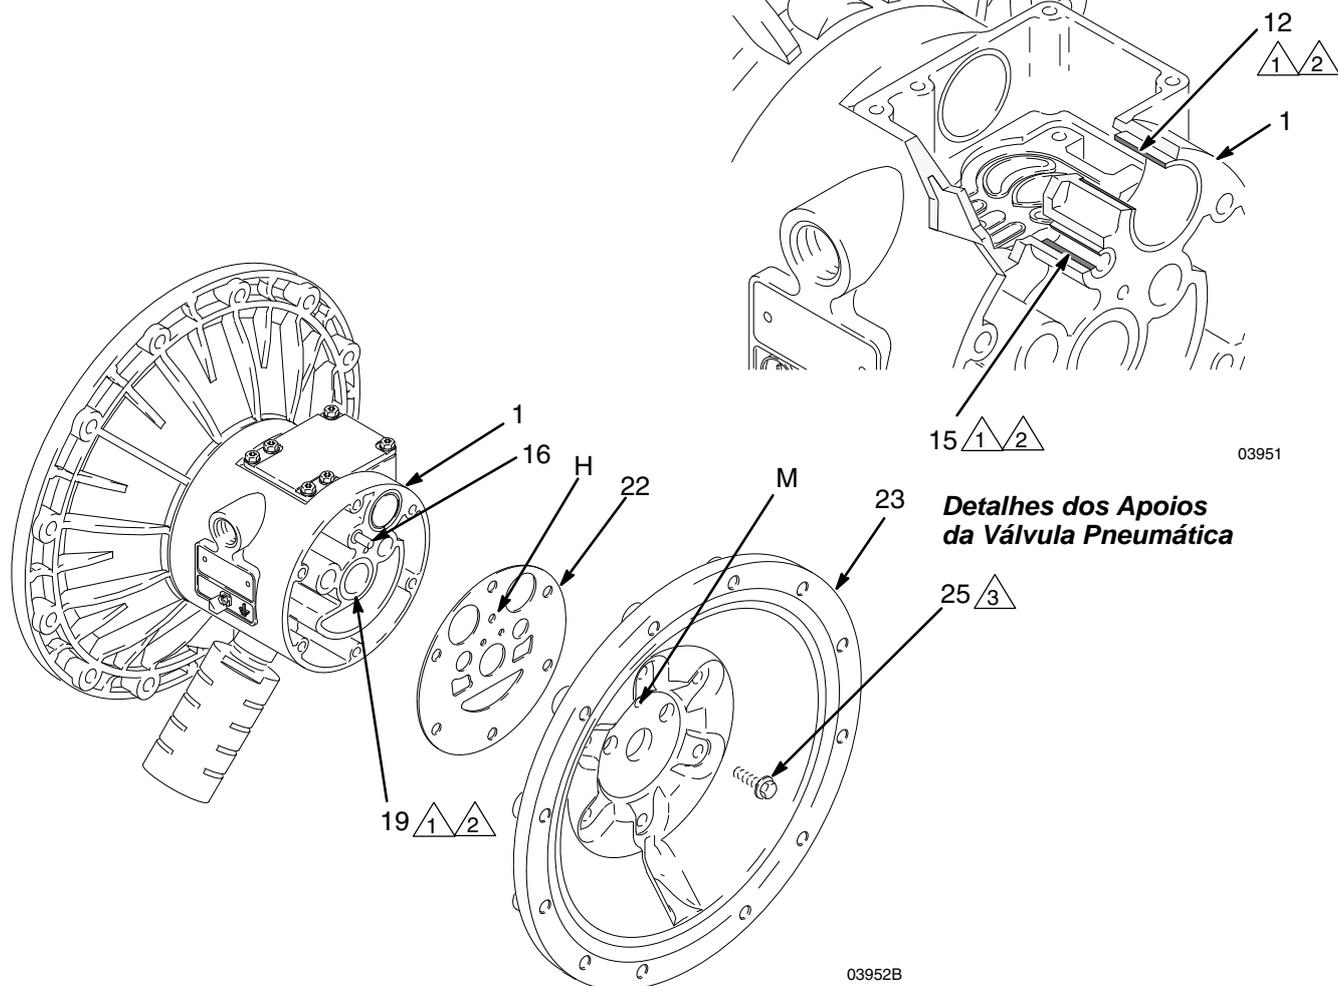

FIG. 13
5. Utilizando uma chave de caixa de 10 mm, retire os parafusos (25) que prendem as tampas de ar (23) ao compartimento central (1). Consulte FIG. 13.
6. Remova as juntas da tampa de ar (22). Substitua sempre as juntas por novas.
7. Usar um extrator de rolamentos para remover o rolamentos do eixo do diafragma (19), dos rolamentos da válvula de ar (12) ou dos rolamentos pistão piloto (15). Não remova apoios não danificados.
1. Caso as tenha removido, instale as arruelas côncavas do veio (402) de modo a que os rebordos fiquem virados para **fora** do compartimento (1).
2. Os apoios (19, 12 e 15), são afunilados e só podem ser instalados de uma maneira. Insira os apoios no compartimento central (1), introduzindo primeiro a extremidade **afunilada**. Utilizando uma prensa ou um bloco e um maço de borracha, pressione o apoio de modo a que fique alinhado com a superfície do compartimento central.
4. Alinhe a nova junta da tampa de ar (22), de modo a que o pino piloto (16) que sai do compartimento central (1) entre no furo correto (H) da junta.
5. Alinhe a tampa de ar (23) para que o pistão piloto (16) caiba no furo do meio (M) dos três pequenos furos junto ao centro da tampa. Instale os parafusos (25), manualmente Consulte FIG. 13. Usando uma chave de caixa de 10 mm, aperte os parafusos opostamente e uniformemente a 120 a 150 pol.-lb (14 a 17 N•m).